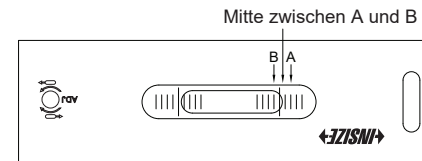

Abb.5
e) Wenn $A-B \leq 1/2$, kann die Ebene verwendet werden. Wenn $A-B > 1/2$ (im obigen Beispiel $A-B = 3$), drehen Sie die Verstellerschraube leicht, bis sich die Blase in die Mitte zwischen A und B bewegt (Abb. 5).